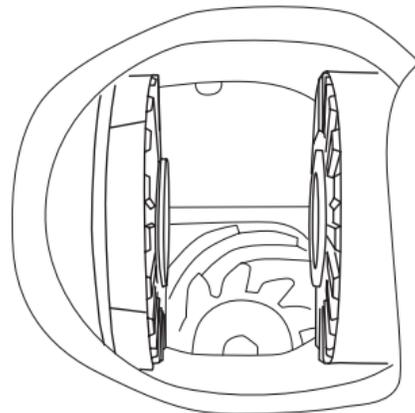

Рис. 2
2. Установите в корпус дифференциала обе полуосевые муфты [1] (рис. 2).